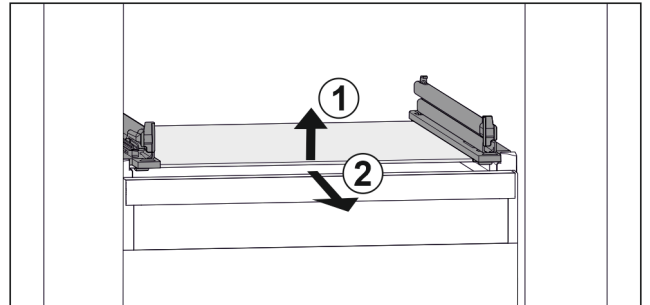

Fig. 25 Voorbeeldweergave van glasplaat
- ▶ Glasplaat aan de voorkant optillen. Fig. 25 (1)
- ▶ Glasplaat naar voren toe verwijderen. Fig. 25 (2)